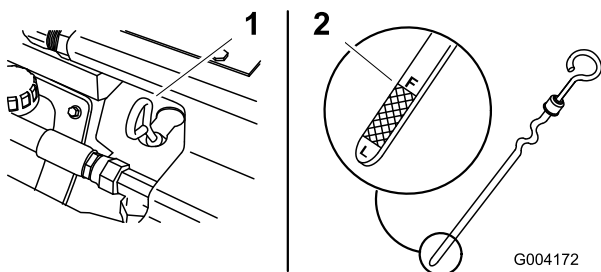

Figura 14
4. Limpie alrededor de la varilla de aceite (Figura 14).
5. Retire la varilla y limpie el extremo metálico (Figura 14).
6. Introduzca la varilla a fondo en el tubo de la varilla (Figura 14).